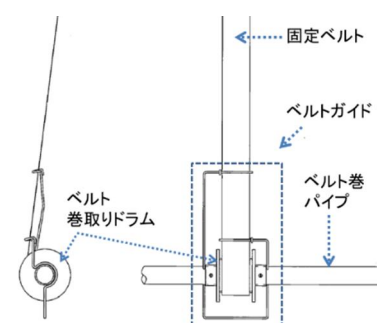

図 4 ベルト巻きドラムの形状
4. ベルト巻き上げドラムは、遮光ネットを巻き上げ、または、巻き下げ時の固定ベルトの振れを回避できる（図 4）。